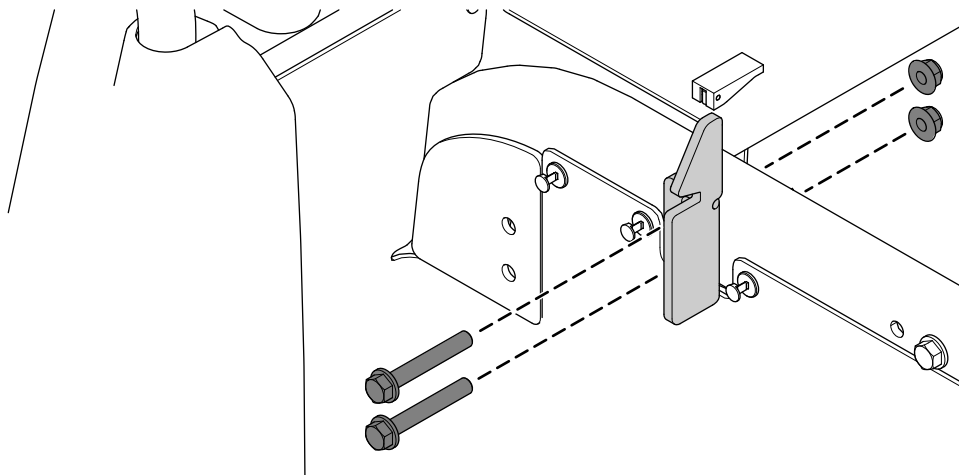

Bild 5
6. Nehmen Sie die beiden Verriegelungen, die vier Bundkopfschrauben (3/8" x 2 1/2") und die vier Bundmuttern (3/8") vom linken und rechten Rahmenrohr ab (Bild 5).